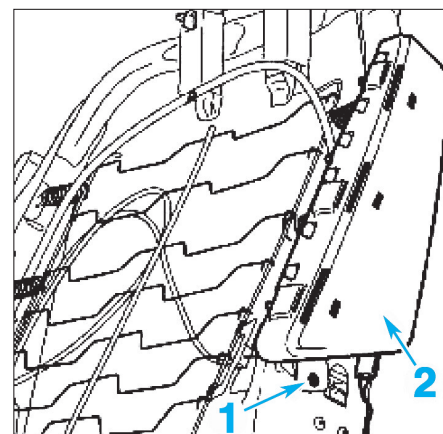

FIG. 4
- Défaire le rivet de fixation (1) (Fig.4).
- Déposer le module d'airbag (2).